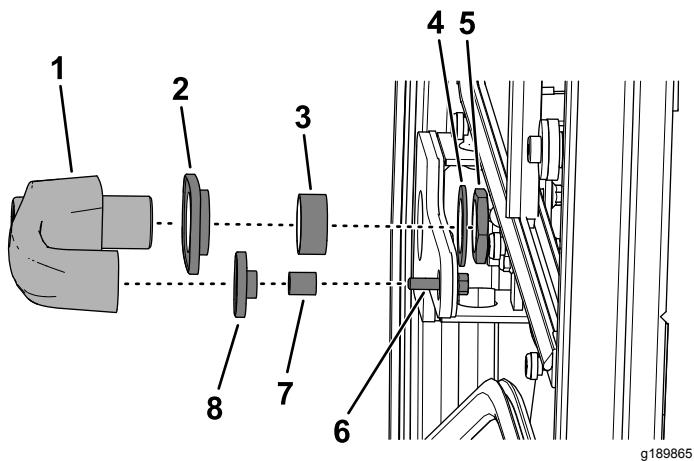

図 2
- ドアハンドルから、取り付けナット、ワッシャ、フランジヘッドねじ6 x 25mm、スペーサ2個、ハトメ2個を取り外す図 2。